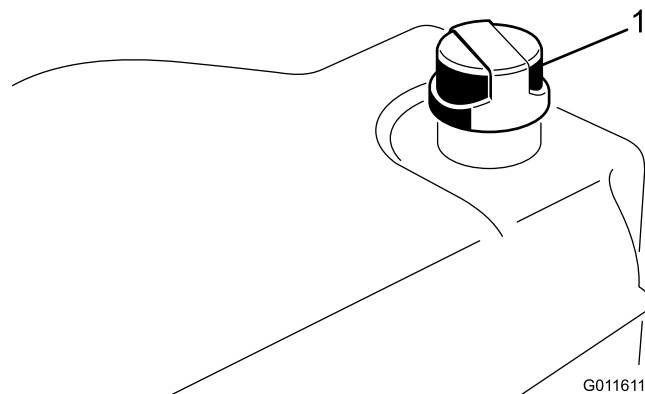

Figure 17
2. Nettoyez la surface autour du goulot de remplissage et du bouchon du réservoir hydraulique (Figure 17).